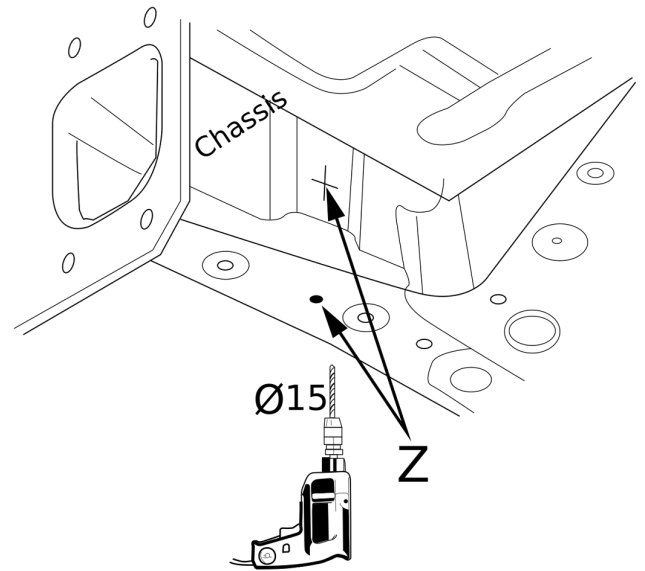

Fig. 2
5. Просверлить отверстия Z. на нижней стороне шасси диаметром 15. мм. См. рисунок 2.